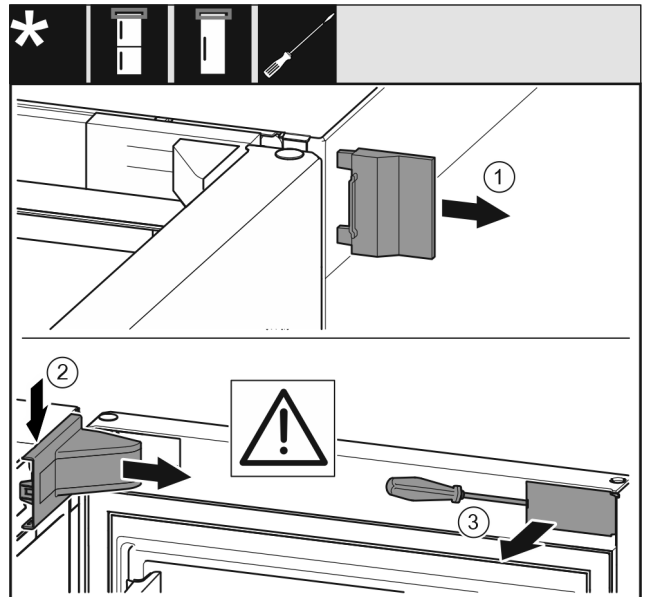

Fig. 6
- Poista ulompi suojuus. Fig. 6 (1)
- Vapauta laakeripukin suojuus lukituksesta ja irrota se. Poista laakeripukin suojuus. Fig. 6 (2)
- Avaa paneelin ruuvit uraruuvimeisselillä ja käännä paneeli sivuun. Fig. 6 (3)